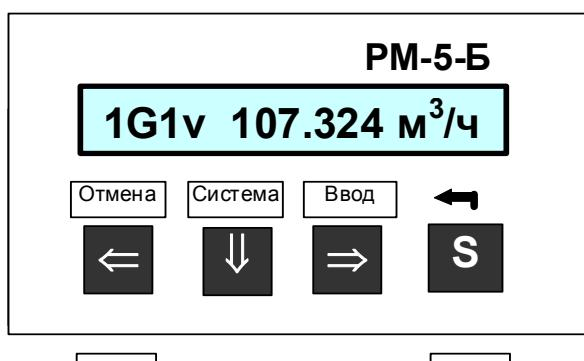

Рисунок 4 — Внешний вид ИВБ РМ-5-Б1
1.2.3.1 Вычислительные устройства РМ-5-Б1 всегда выполняются в отдельном корпусе. На передней панели ИВБ размещены индикатор и четыре клавиши управления (рисунок 4).